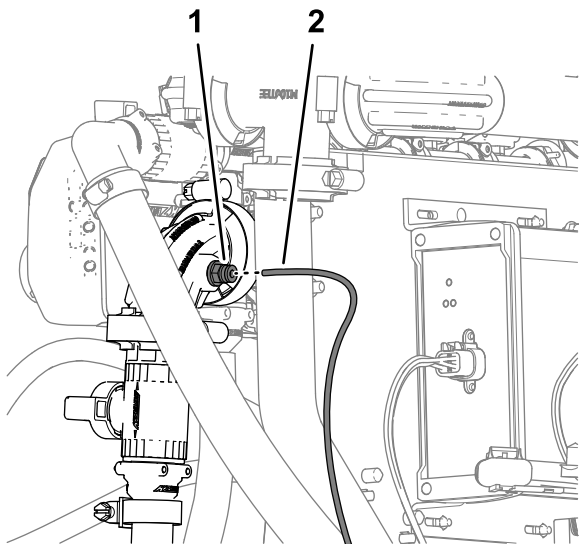

Figura 140
5. Allineate l'estremità del tubo di rilevamento della pressione (in plastica) per il manometro del cruscotto con il collare di bloccaggio per l'accoppiatore del tubo del raccordo a 90° della valvola di intercettazione dell'asta di irrorazione manuale o il kit avvolgitubo elettrico (Figura 140).
6. Inserite il tubo di rilevamento nel collare di sicurezza fino a quando non è completamente in sede (Figura 140).